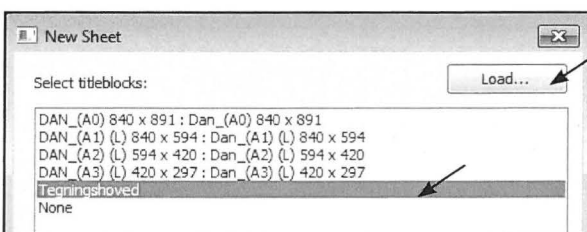

Fig. 16.32. En tredje måde at Lade på, er ved at trykke *Load*.
- Vælg det oprettede tegningshoved, som nu findes på listen (Fig. 16.32). Har man ikke fået det loaded ind, er her en tredje måde at lade det på.